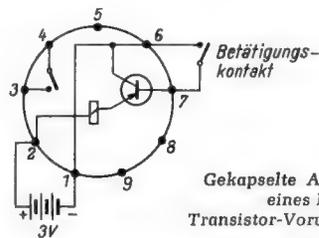

Bild 2. Gekapselte Anordnung eines Relais mit Transistor-Vorverstärker
Soll die Relaiserrichtung durch Schließen eines äußerst schwach belastbaren Kontaktes (z. B. Zeigerkontakt eines Meßinstrumentes) erfolgen, empfiehlt sich die Verwendung der Type 595 HS (B). Sie arbeitet mit einer einzigen Spannungsquelle von 3 V=. Solange der Erregerkreis offen ist (keine Verbindung zwischen den Sockelstiften 6 und 7 in Bild 2), fließt ein vernachlässigbar kleiner Strom (wenige μA), der bei geschlossenem Erregerkreis auf 4 mA – bzw. auf 40 mA im Relaiskreis – ansteigt. Ausführung B verfügt nur über einen Arbeitskontakt, dessen Belastbarkeit der Ausführung A entspricht.